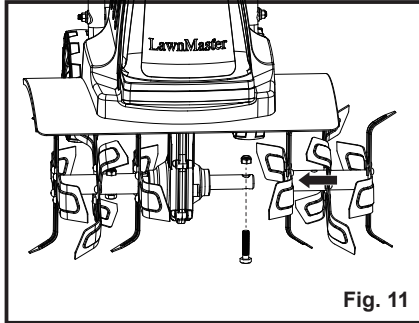

Fig. 11
2. Ahora se introduce el tornillo M8 y se fija con la contratuerca M8 (Fig. 11).